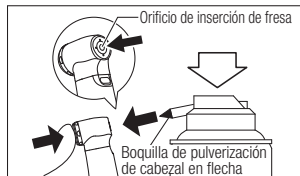

Fig. 10
- 2) Lubrique el dispositivo de sujeción directamente por el orificio de inserción de la fresa (Fig. 10).